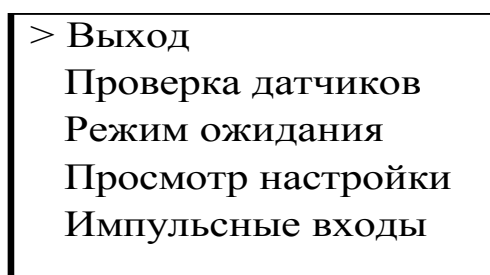

Рис. 21 - Служебное меню для специалистов
3.6.5.2 Для входа в меню из основного режима требуется нажать следующую комбинацию клавиш: кнопки «3» и «4» одновременно, кнопка «2», кнопка «1», кнопка «2», кнопка «4». На экране появится служебное меню для специалистов (см. рис. 21).